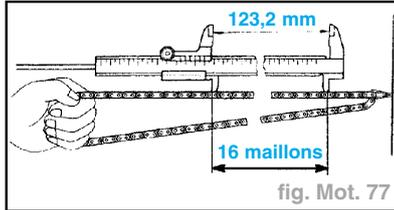

fig. Mot. 77
- A l'aide d'un pied à coulisse à vernier, mesurer la longueur de 16 maillons lorsque la chaîne est convenablement étirée (fig. Mot. 77).